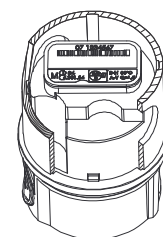

Abb. 6
- 2.10 Messeinsatz so in den Montageschlüssel stecken, dass die Zapfen des Montageschlüssels in die Aussparungen des Gewindinges passen (Abb. 6).